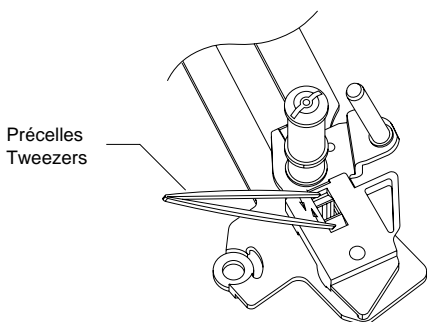
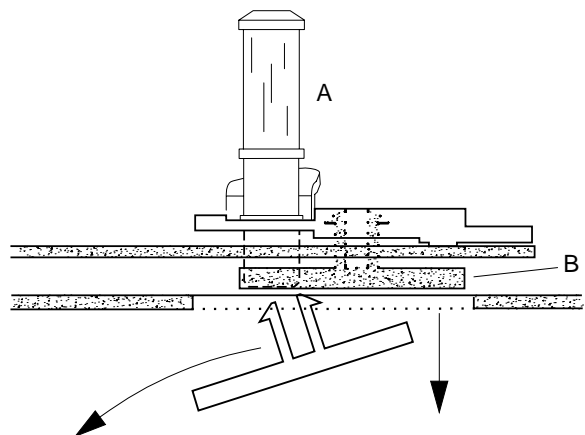

Fig. 18
Fig. 19
- A l'aide d'une pince resserrer les deux crochets à clip et retirer le guide-bande du chariot (Fig. 18).
- Compress the two snap hooks by means of tweezers and remove the reverse roller from the holding plate (Fig. 18).
- A l'aide d'une pince resserrer les deux crochets à clip (Fig. 18) et retirer le guide "A" de la plaque "B" (Fig. 19).
- Dégager le bras de chargement gauche de la plaque et retirer celle-ci de la mécanique par le bas à travers l'orifice du châssis (Fig. 19).
- Compress the two snap hooks by means of tweezers (Fig. 18) and remove the reverse roller "A" from the plate "B" (Fig. 19).
- Release the loading arm (left) from the holding plate and withdraw the latter through the cutout in the chassis (Fig. 19).